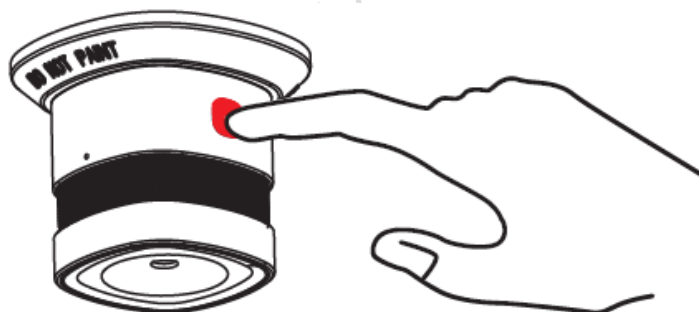

图 2
- 2) 如图 2，短按 **Reset** 按键 2 秒后，设备入网指示灯呈绿色快闪状态，即表示设备已进入入网状态（在未联网状态时）；